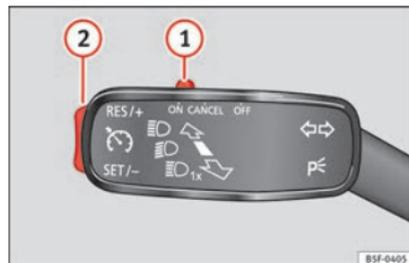

Fig. 187 Manípulo das luzes indicadoras de mudança de direção e dos máximos: botões do regulador de velocidade.
- Mova o interruptor (1) »» Fig. 187 para a posição ON.
- Quando tiver alcançado a velocidade a programar, pressione brevemente a parte inferior do botão basculante (2) na posição SET.
» Fig. 187 » Página 187 na posição RES.
- A velocidade programada pode ser diminuída pressionando o botão ② » Fig. 187 » Página 187 na posição SET.
O regulador de velocidade é desativado temporariamente deslocando o comutador ① » Fig. 187 » Página 187 para a posição CANCEL, ou pressionando o pedal do travão ou da embraiagem.
- Mova o interruptor A1 » Fig. 187 » Página 187 para a posição OFF.